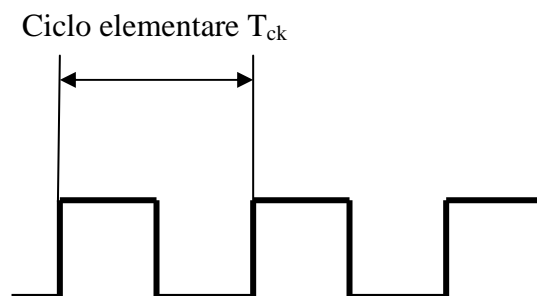

Fig. 1.2
Il segnale di clock (CK) generato dall’omonimo circuito è rappresentato in fig. 1.2 ed è caratterizzato dal **periodo elementare** o **ciclo elementare** T_{ck} .